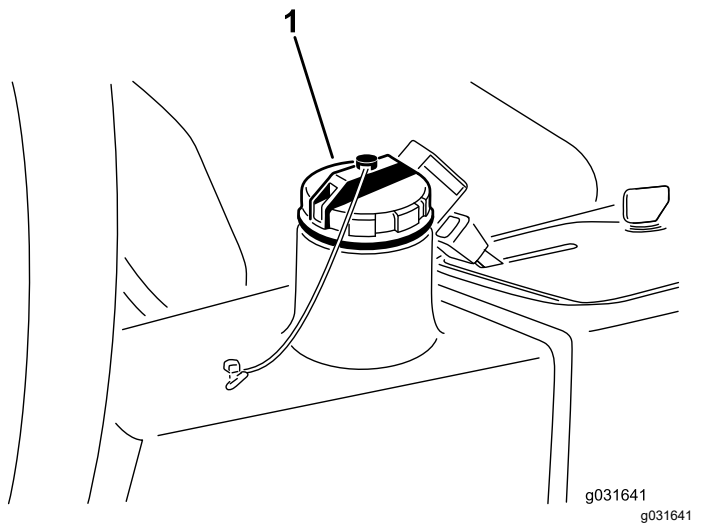

Figure 61
- Versez environ 13,2 L (3,5 gal américains) de liquide hydraulique dans le réservoir (Figure 61); voir Spécifications du liquide hydraulique (page 53) et Contrôle du niveau de liquide hydraulique (page 53).